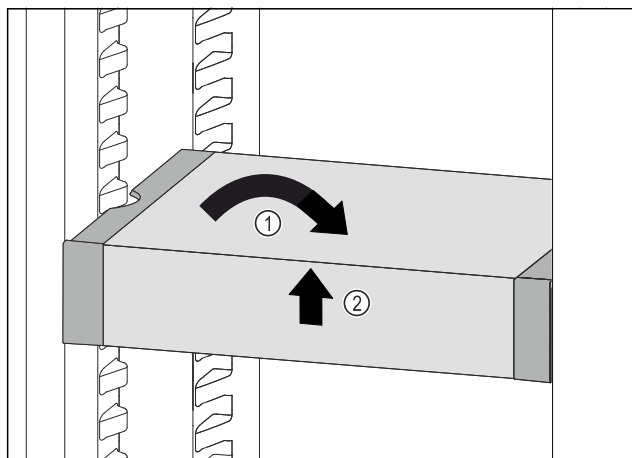

Fig. 99
- Coloque el VarioSafe en posición recta. *Fig. 99 (1)*
- Levante el VarioSafe por delante. *Fig. 99 (2)*